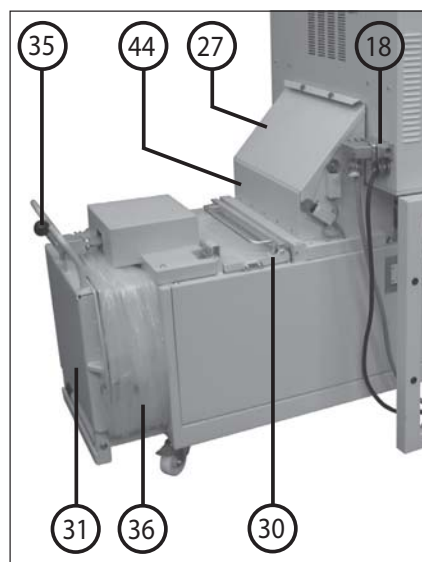
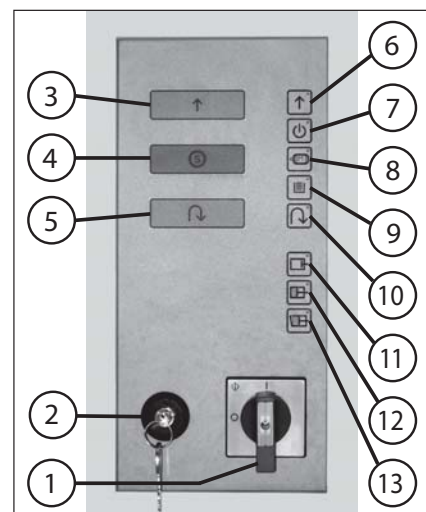
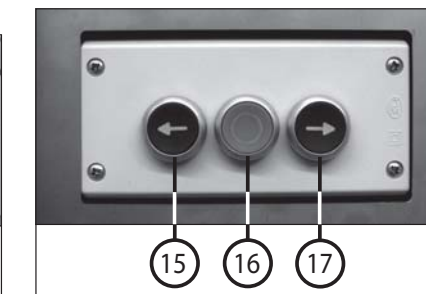

Fig. 2
Fig. 6
Fig. 8
2. Desbloquear o interruptor de bloqueio (2), e accionar o botão de pressão "Marcha de avanço do mecanismo de corte" (3) (fig. 6).
UTILIZAÇÃO DA TRITURADORA (fig. 6): Proceder da maneira seguinte para a ligação:
Quando o espaço dentro da tremonha (44) (fig. 2) estiver totalmente cheio com material cortado, em função de um congestionamento na abertura de enchimento do compressor, a instalação é desligada por causa da tampa levantada (27) (fig. 2). O indicador de controlo (9) "Congestionamento saída" pisca. Quando assim for, desligue a máquina com o interruptor principal (1), levante a tampa (27) e retire manualmente o material da máquina. A seguir, pode voltar a ligar a máquina e prosseguir com a trituração.
ELEMENTOS DE MANEJO (fig. 6, 7 e 8):
- 1 = Interruptor principal (emergência-desligação) (fig. 6) Com este interruptor é ligada resp. desligada (posição "1", resp. "0") toda a instalação. As lâmpada da luz de controlo "Pronto para entrar em serviço" (7) e "Punção atrás" (11) estão acesas (estado e serviço correcto), resp. piscam (estado de serviço incorrecto). Indicação: As lâmpadas acendem-se só depois de um retardamento de tempo de aprox. 2 segundos (rutina de inicialização para o microprocessor).
- 2 = Interruptor de bloqueio (fig. 6) A instalação pode ser fechada (girar a chave para a esquerda) com este interruptor, sendo assim protegida contra uma utilização não autorizada. Indicação: Se a instalação estiver fechada com o interruptor principal (1) ligado, a lâmpada da indicação "Pronto para entrar em serviço" (7) pisca como sinal para "Não pronto para entrar em serviço".
- 3 = Botão de pressão "Marcha de avanço do mecanismo de corte" (fig. 6) O mecanismo de corte e a fita de transporte da trituradora avançam ao accionar este botão, e a máquina pode ser carregada. Indicação: Se, no momento do arranque da trituradora, o punção de pressão (32) do compressor não se encontrar na posição de base (posição traseira), é executado primeiro automaticamente um curso de compressão com curso de retorno seguinte, e o mecanismo de corte com a fita de transporte só é arrancado agora.
- 4 = Botão de pressão "Paragem do mecanismo de corte" (fig. 6) Ao accionar este botão é desligada a trituradora, e o mecanismo de corte com a fita de transporte pára-se.
- 5 = Botão de pressão "Retrocesso do mecanismo de corte" (fig. 6) O mecanismo de corte e a fita de transporte retrocedem ao accionar este botão. Indicação: Se o botão for accionado durante a marcha de avanço, o mecanismo de corte com a fita de transporte é mudado automaticamente para a marcha de avanço, depois de um retrocesso de pelo menos 3 segundos.
- 6 = Luz de controlo "Marcha de avanço do mecanismo de corte" (fig. 6) a) Está acesa quando o mecanismo de corte e a fita de transporte avançam. b) Pisca quando o mecanismo de corte com a fita de transporte foi mudado para o retrocesso a partir da marcha de avanço, ou quando o punção de pressão não se encontrou na posição de base (posição traseira) no momento do accionamento do botão de pressão "Marcha de avanço do mecanismo de corte" (3).
- 7 = Luz de controlo "Pronto para entrar em serviço" (fig. 6) Está acesa (pronto para entrar em serviço) quando a) o interruptor principal (1) está ligado, b) o interruptor de bloqueio (2) está desbloqueado, c) a ripa de emergência-desligação (14) é puxada para fora, e d) a chave de accionamento do bloqueio do interruptor final (19) no interruptor final está metida no compressor (fig. 2). Pisca (não pronta para entrar em serviço) com o interruptor principal ligado, quando a) o interruptor de bloqueio (2) está bloqueado, ou b) a ripa de emergência-desligação (14) é premeida, ou c) a chave de accionamento do bloqueio do interruptor principal (19) não é metida no interruptor principal no compressor.
- 8 = Luz de controlo "Avaria do motor" (fig. 6) Está acesa no caso de uma sobrecarga do motor da trituradora ou do compressor, e quando a protecção térmica incorporada interrompeu o circuito para o serviço completo. Para mais detalhes vide no capítulo "Avaria do motor".
- 9 = Luz de controlo "Retenção na saída" (fig. 6) Pisca quando a câmara cima da fita de transporte traseira está cheia completamente com material a triturar por causa de uma retenção na abertura de enchimento do compressor, e que a instalação foi desligada pela tampa levantada (27). Para mais detalhes vide no capítulo "Retenção na saída".
- 10 = Luz de controlo "Retrocesso do mecanismo de corte" (fig. 6) Está acesa quando o mecanismo de corte com a fita de transporte retrocede.
- 11 = Luz de controlo "Punção atrás" (fig. 6) a) Está acesa quando o punção de pressão (32) se encontra na posição de base. b) Pisca quando o punção de pressão (32) não se encontra na posição de base. Accionar então o botão de pressão "Marcha de avanço do mecanismo de corte" (3) na trituradora ou o botão de pressão "Punção para trás" (17) no compressor.
- 12 = Luz de controlo "Fardo acabado" (fig. 6) Pisca quando o volume do fardo é atingido, e quando o fardo tem que ser atado e expulso. Para mais detalhes vide no capítulo "Atadura resp. expulsão do fardo".
- 13 = Luz de controlo "Válvula aberta" (fig. 6) Está acesa quando a válvula de enchimento (30) ou a válvula de extracção (31) está aberta. Indicação: A trituradora não pode ser aberta enquanto uma das válvulas estiver aberta. O punção de pressão no compressor ainda pode ser conduzido para frente no serviço de toque (expulsão do fardo) e para trás (curso de retorno).
- 15 = Botão de pressão "Punção em frente" (Curso de compressão) (fig. 8) O punção de pressão (32) movimenta-se para frente (curso de compressão), e a seguir automaticamente para trás para a sua posição inicial (posição de base), e fica parado, ao accionar este botão. Indicação: Se o punção de pressão já não voltar para a sua posição de base, mas se manter premido o fardo, o fardo tem que ser desatado, e ser expulso da seguir (vide "Atadura resp. expulsão do fardo").
- 16 = Botão de pressão "Punção parado" resp. "Abertura da válvula de ejeção" (fig. 8) a) Punção parado O punção de pressão (32) é parado quando este botão é accionado durante pouco tempo (menos de 2 segundos). b) Abertura da válvula de extracção No caso de um accionamento permanente deste botão (conservá-lo premido durante pelo menos 2 segundos), o punção de pressão retrocede um pouco, e a alavanca de fecho (35) (fig. 2) avança um pouco (descarga de pressão na válvula de extracção). A válvula de extracção (31) pode ser aberta. Isto torna-se necessário quando o compressor mantém premido um fardo a expulsar. Indicação: A válvula de extracção só pode ser aberta quando foi accionado antes este botão.
- 17 = Botão de pressão "Punção para trás" (curso de retorno) (fig. 8) O punção de pressão (32) movimenta-se para trás (posição de base), e está parado ao accionar este botão.